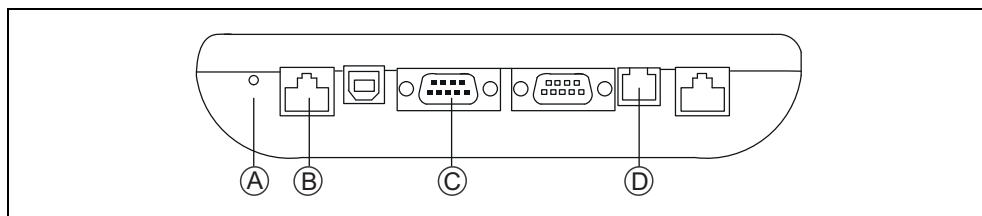

Abb. 53: Management Interface – Steckbuchsen
13. Wenn eine neue IP-Adresse eingestellt wurde, muss ein Reset des Management Interface durchgeführt werden. Hierzu Reset-Taste [A] links neben den Steckbuchsen auf der Unterseite des Management Interface drücken, siehe Abb. 53 auf Seite 100.